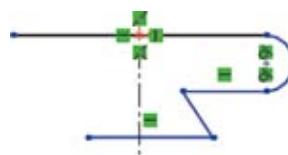
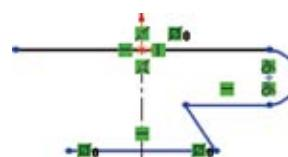

图 3.67 中心线
图 3.68 对称约束
添加对称约束，单击 草图 功能选项卡 后的 按钮，选择 中心线(N) 命令，绘制一条通过原点的无限长度的中心线，如图 3.67 所示，按住 Ctrl 键选取最下方水平直线的两个端点和中心线，在添加几何关系中单击 对称(S)，完成后如图 3.68 所示。